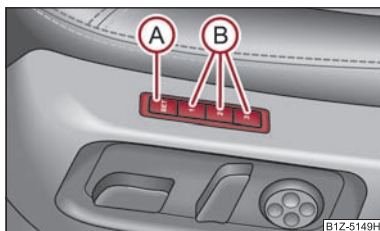

Fig. 57 Scaunul șoferului: Tastele pentru memorare și tasta SET
- Apăsai tasta **SET** (A) ⇒ fig. 57.
- Apăsai una din tastele pentru memorare (B) într-un interval de 10 secunde de la apăsarea tastei **SET** - se va emite un ton de confirmare a efectuării memorării.
Memory pentru scaun oferă posibilitatea memorării individuale a poziției scaunului șoferului și a oglinzilor exterioare. Fiecărele din cele trei taste de memorie (B) ⇒ fig. 57 i se poate alocă un reglaj al scaunului. După apăsarea tastei respective (B) scaunul și oglinda exterioară vor adopta poziția memorată pe tastă ⇒ pagina 65.
- **Memory-apăsare scurtă:** apăsați scurt tasta de memorare (B) ⇒ pagina 65, fig. 57. Scaunul și oglinzile exterioare vor adopta automat poziția memorată (acest lucru este valabil numai pentru situația când contactul este pus și viteza este mai mică de 5km/h).
- **Memory-apăsare îndelungată:** Apăsați și menineți tasta de memorare (B) apăsată, până când scaunul și oglinzile adoptă pozițiile memorate.